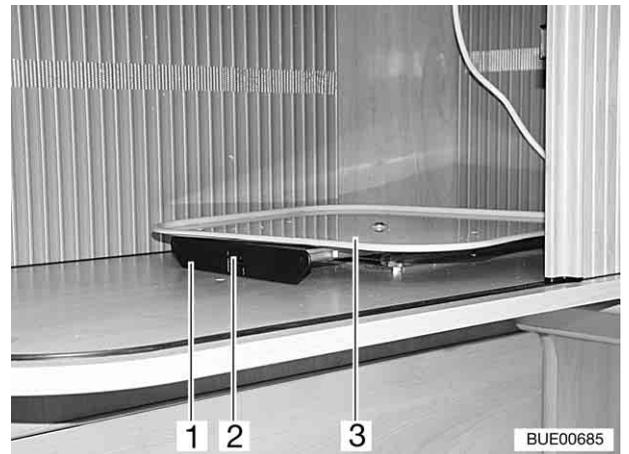

Bild 35 TV-Schrank
- Riegel (Bild 35,2) drücken und Auszug am Griffstück (Bild 35,1) herausziehen.
- Drehkonsole (Bild 35,3) in gewünschte Stellung bringen.
- Auszug am Griffstück (Bild 35,1) nach hinten schieben. Der Riegel (Bild 35,2) schnappt ein.